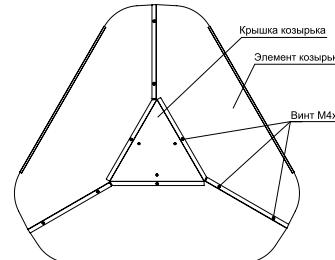

Рис. 15 Сборка козырька
- Соедините элементы козырька между собой, как показано на рис. 15. Винтами из нержавеющей стали M4x8 закрепите соединения. К собранному козырьку прикрепите крышку козырька винтами M4x8.